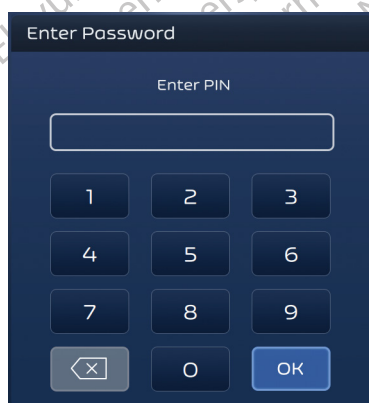

Bild 3. Skärmen för den första inloggningen med lösenord
3. När POST har slutförts visas den första lösenordsinloggningskärmen. Ange lösenordet för inloggning* med knappsatsen och tryck sedan på knappen OK (se bild 3).